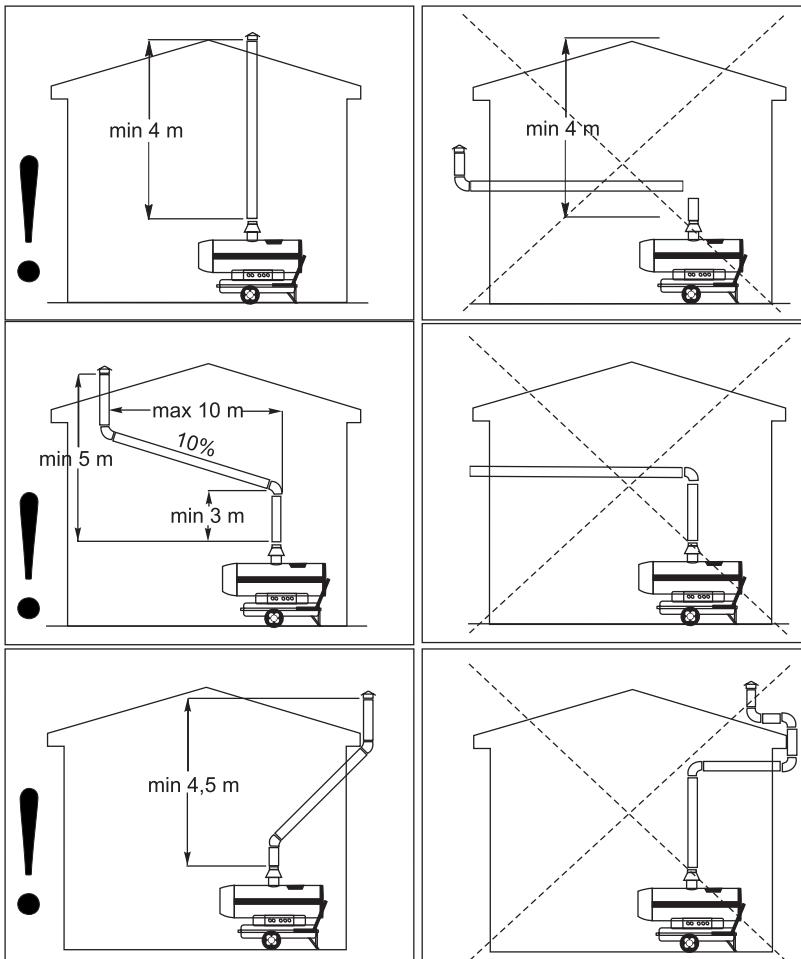

Рисунок 2 — Схема подключения аппарата к дымовой трубе
- После установки выключателя 10 в положение «I», вал воздушного компрессора с закрепленным на нем вентилятором начинает вращаться. При вращении вентилятора воздух помещения поступает через всасывающее отверстие 7 и далее нагреваясь, обтекает снаружи герметичную камеру сгорания по кольцеобразной щели между ней и корпусом 5. Далее нагретый воздушный поток выходит в помещение через выходное сопло 3. Далее происходит потеря скорости нагретого воздушного потока и перераспределение теплоты полученной от стенок герметичной камеры сгорания аппарата. Воздух и стены помещения, где находится работающий аппарат, начинают постепенно нагреваться, т.е. тем самым выполняется основная функция аппарата — воздушное отопление нежилых помещений. После запуска аппарата в работу, топливо через топливную систему поступает в форсунку жидкотопливной горелки. Далее форсунка распыляет дизельное топливо и впрыскивает его в камеру сгорания. Часть воздуха от вентилятора поступает в камеру сгорания, где смешиваясь с распыленным дизельным топливом, образует горючую смесь. Одновременно запальное устройство, смонтированное в камере сгорания, производит розжиг горючей смеси. Горючая смесь образует горящую топливовоздушную струю высокой температуры и направленности. Пройдя через камеру сгорания, топливовоздушная струя полностью сгорает, нагревая при этом ее стенки и дефлектор. Продукты сгорания топливовоздушной струи выходят через дымоотводящий патрубок 4 аппарата и далее в дымовую трубу. Дымовая труба отводит дымовые газы за пределы здания (см. рис. 2). При прекращении подачи электроэнергии (независимо от причины), затухании пламени или при перегреве, автоматика безопасности отключает аппарат, тем самым предотвращая возможные аварийные ситуации.
• Выполните все мероприятия по обеспечению помещения, которое будет обогреваться данным аппаратом устройством естественной или принудительной приточно-вытяжной вентиляции. Выполните требования раздела «Правила безопасности» данной инструкции. Подключите аппарат к дымовой трубе (см. рис. 2).